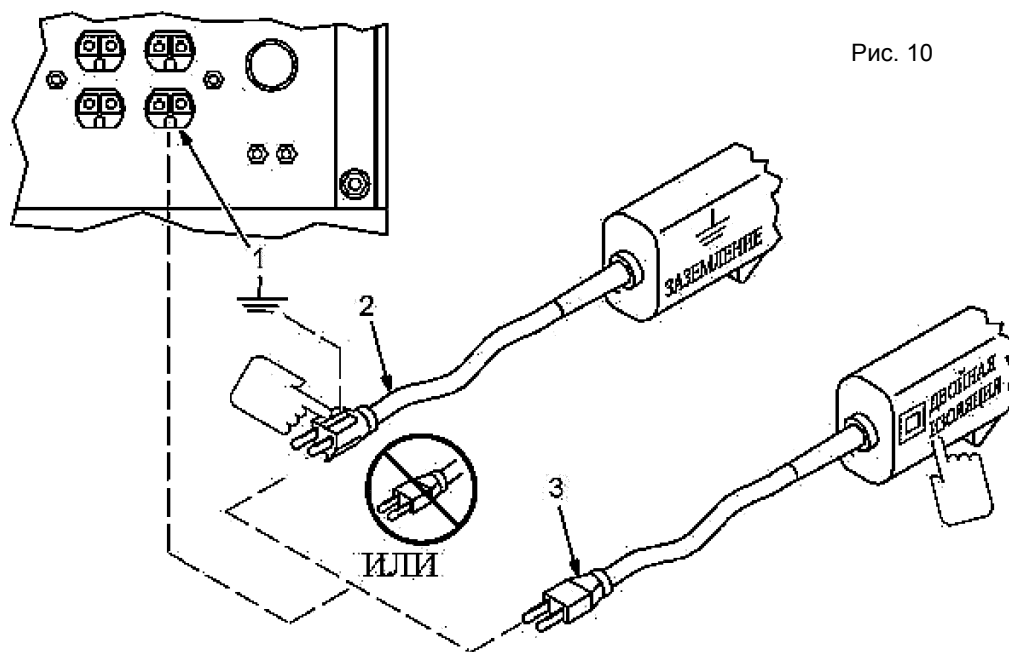

Рис. 10
3. Слить топливо из поплавковой камеры карбюратора, вывинтив пробку (поз.17 рис.10). После слива установить пробку поз.17 на место и затянуть.
2. Электрическая сеть подключения потребителей относится к системе с изолированной нейтралью (IT), предусматривающей защитное заземление открытых электропроводящих частей корпуса.
5. Подключаемые потребители должны иметь (рис. 10):